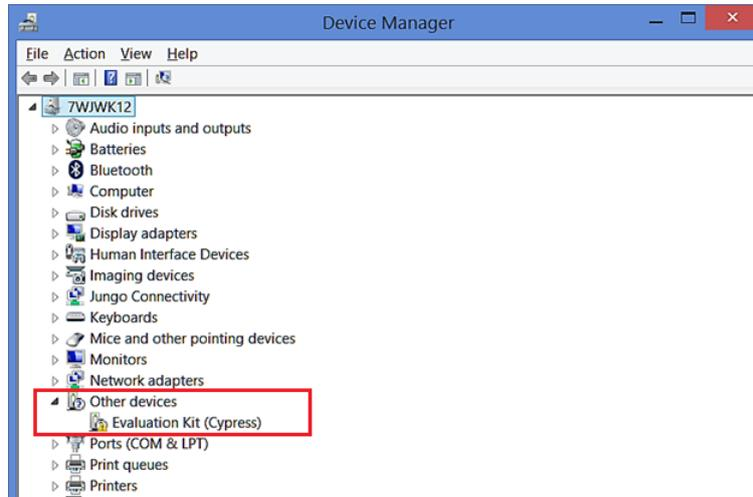

Figure 14. デバイスマネージャー画面
3. デバイスマネージャーを開き、「Evaluation Kit (Cypress)」を見つけます (Figure 14)。